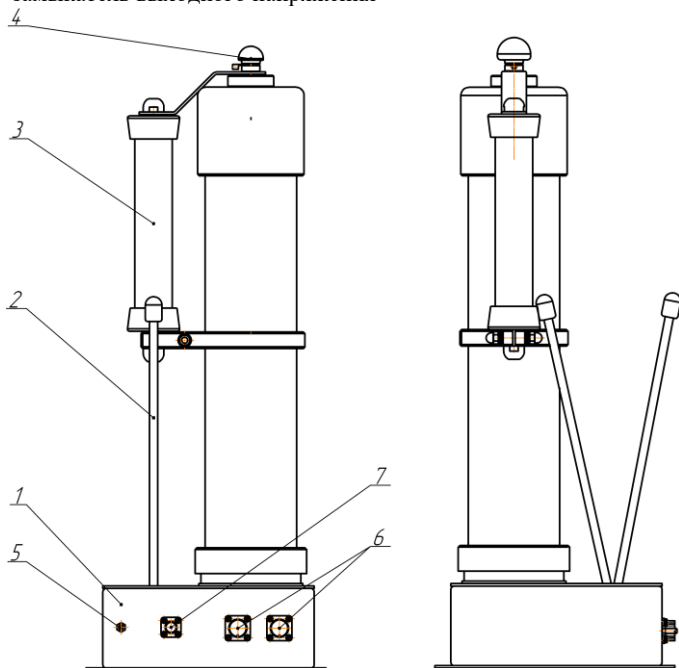
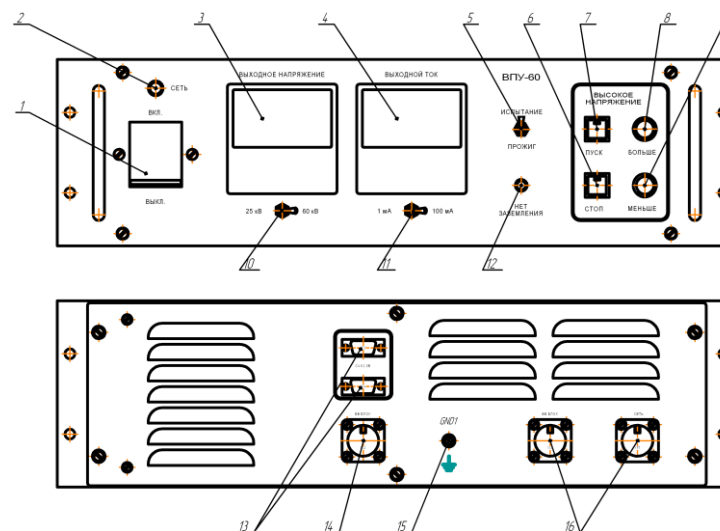

Рис. 1 Высоковольтный блок
Рис. 2 Электронный блок
### 2.2.1 Подключение электронного блока (Рис. 2)
### 2.2.2 Подключение высоковольтного блока (Рис.1)
- аппарат производится в двух исполнениях: для автономной работы и для использования в составе электролаборатории. В автономном устройстве не используются разъём внешнего привода замыкателя (7 на рис. 1) и разъёмы внешнего управления (13 на рис. 2). В автономном исполнении аппарат монтируется в дополнительном кожухе.